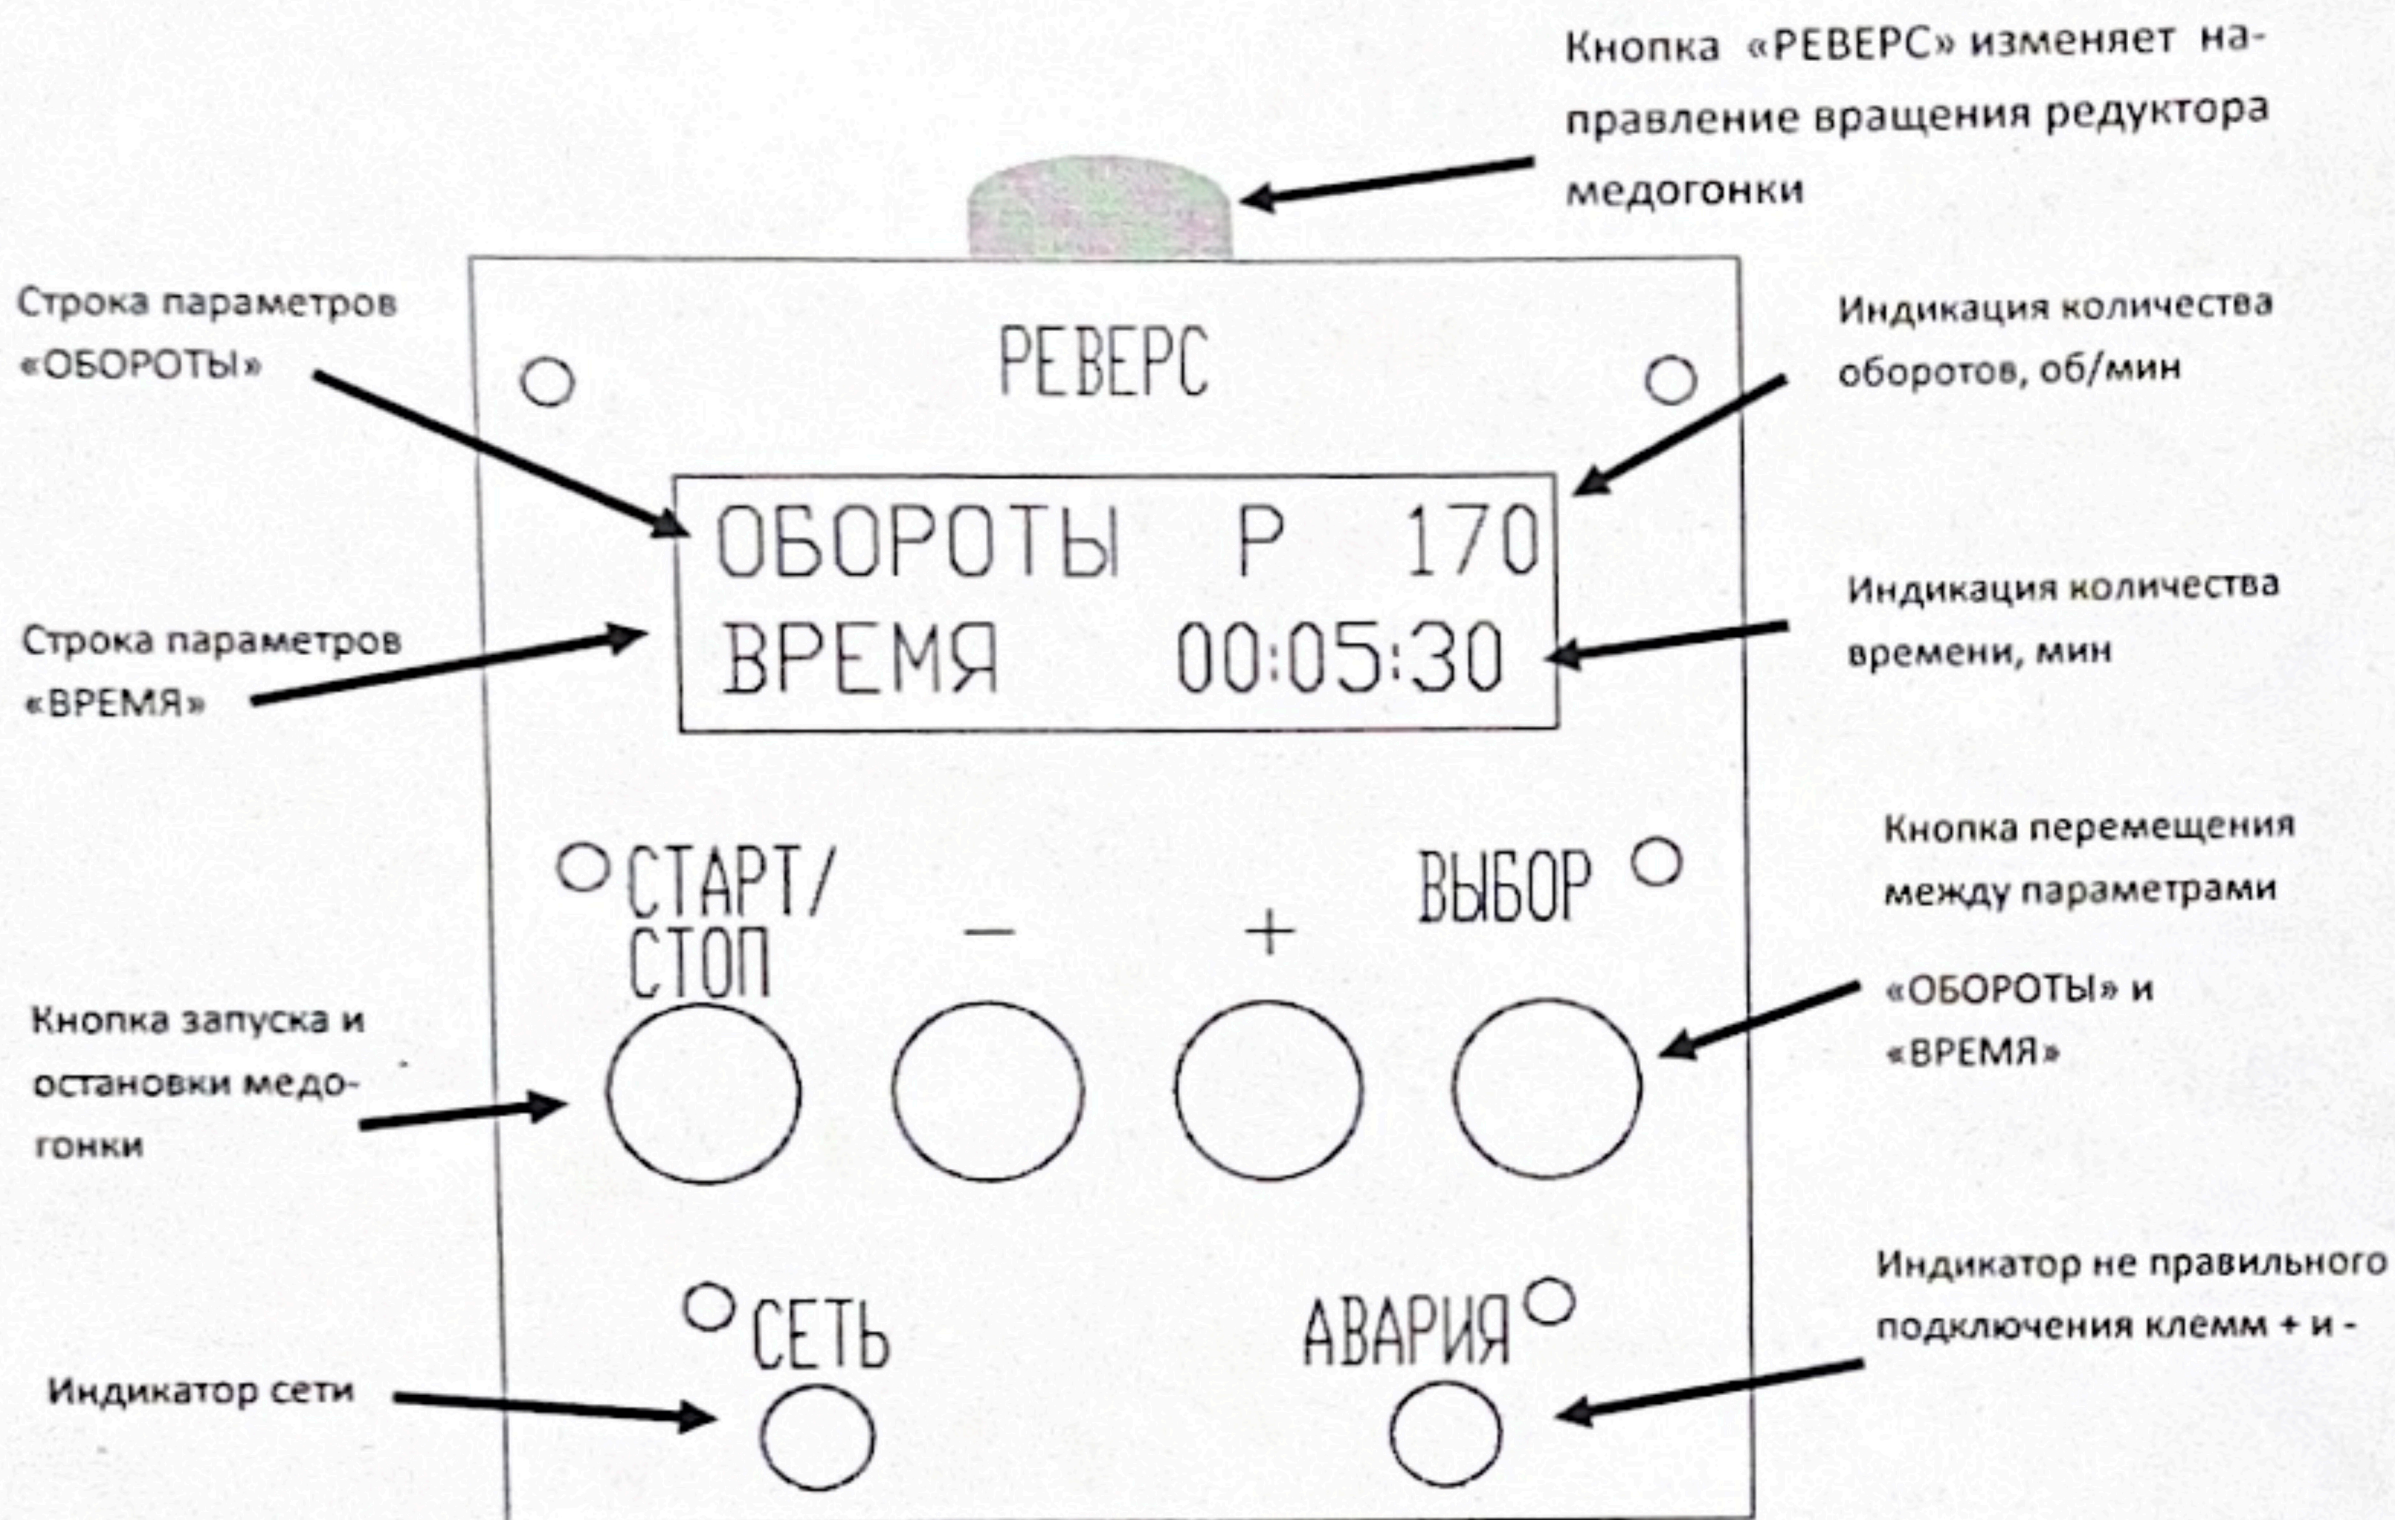

Рисунок 4. Внешний вид контроллера КЭЭ с дисплеем.
1. С помощью кнопки «ВЫБОР» (см. рисунок 4), нажимая однократно, нужно переместиться на строку «ОБОРОТЫ». Затем, используя кнопки «+» и «-» установить необходимое количество оборотов. Минимальное значение 25 об/мин, максимальное—240 об/мин. Количество оборотов имеет фиксированные значения: 25,55,85,120,145,170,195,215,240 об/мин. Таким же способом переместиться на строку «ВРЕМЯ» и установить продолжительность откачивания меда. Значение «ВРЕМЯ» настраивается с шагом—30 секунд. Первую фазу вращения необходимо проводить медленно, чтобы исключить возможные разломы листов вошины. Далее скорость вращения корзины с рамками и время откачивания можно изменять в процессе работы с помощью кнопок «+» и «-».
Конструкция медогонки позволяет изменять направление вращения редуктора. Для этого нужно при полной остановке медогонки, однократно нажать кнопку «РЕВЕРС», которая находится сверху контроллера (см. рисунок 4). После нажатия кнопки «СТАРТ/СТОП» вращение корзины медогонки изменится на противоположное.